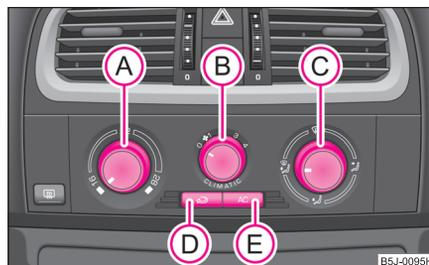

Abb. 84 Climatic: Bedienelemente
Die Klimaanlage arbeitet, wenn der Schalter  ⇒ Seite 80, Abb. 84  gedrückt ist und folgende Bedingungen erfüllt sind:
- Drehen Sie den Drehregler **A** ⇒ Abb. 84 nach rechts, um die Temperatur zu erhöhen.
- Drehregler  ⇒ Seite 80, Abb. 84 auf der von Ihnen üblicherweise gewählten Temperatur (wir empfehlen 22 °C) lassen
- Drücken Sie den Schalter  ⇒ Seite 80, Abb. 84, das Schalter-Symbol  leuchtet auf.
Wenn der Luftverteilungsregler **C** in der Position  ⇒ Seite 80, Abb. 84 steht, wird der Umluftbetrieb automatisch ausgeschaltet. Durch wiederholtes Drücken der Drucktaste  können Sie auch in dieser Stellung den Umluftbetrieb wieder einschalten.
Die Luftzufuhr für die einzelnen Düsen stellen Sie mit dem Luftverteilungsregler **C** ein  $\Rightarrow$  Seite 80, Abb. 84. Die Luftaustrittsdüsen **3** und **4** können einzeln geschlossen und geöffnet werden:
Aus den geöffneten Luftaustrittsdüsen strömt je nach Stellung des Drehreglers **A**  $\Rightarrow$  Seite 80, Abb. 84 und nach Klimabedingungen erwärmte, nicht erwärmte bzw. gekühlte Luft. ■